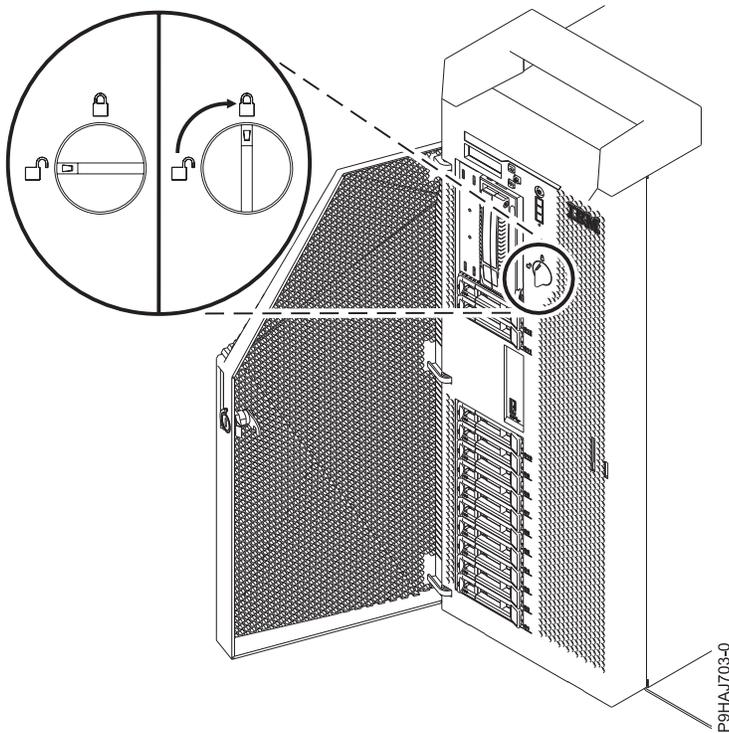

Figura 19. Fechando o engate da tampa frontal
4. Gire o engate da tampa para a direita (no sentido horário) para bloquear a tampa, como mostrado na Figura 19 na página 34. A vertical está bloqueada; a horizontal está desbloqueada.